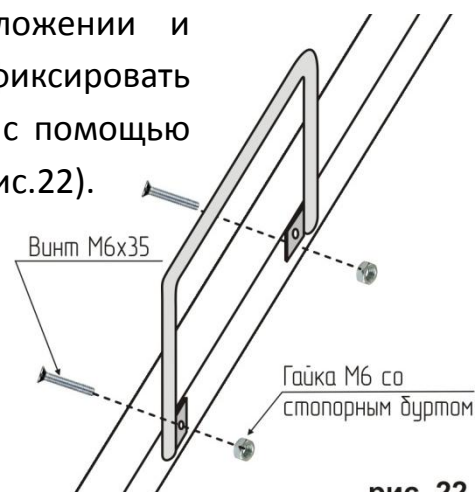

рис. 22
17. Привести кровать в горизонтальное положение и установить ограничители матраса. Зафиксировать ограничитель с внутренней стороны основания с помощью винтов М6х35 и гайки М6 со стопорным буртом (рис.22).